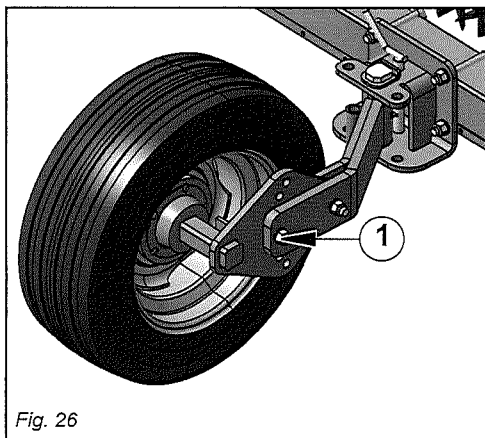

Fig. 26
- Reglera arbetshöjden via hjulen och genom att lossa på fästbulten. Höj sedan hjulet upp till önskad höjd och sätt tillbaka bulten i önskat hål (1 Fig. 26).
- Juster arbejds højden ved hjælp af hjulene, idet fastgøringsbolten skrues af og hjulet hæves til den ønskede højde. Derefter sættes bolten i det valgte hul (1 Fig. 26).